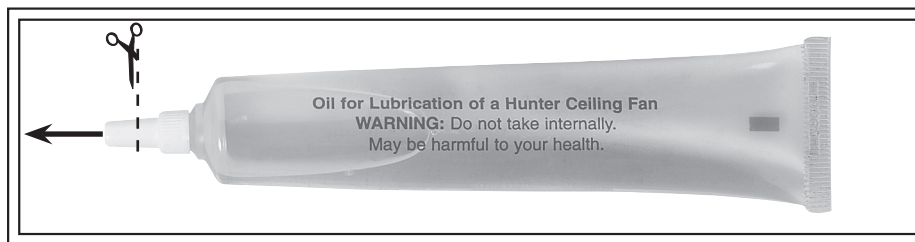

Fig. 11
2. Corte la punta del extremo del tubo (vea la Fig. 11).